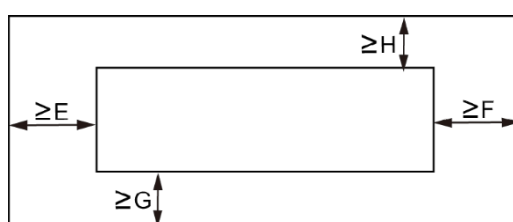

Abb. 3.2.3
- 8 Um das Gerät herum muss ein Freiraum für den Anschluss der Rohre vorhanden sein, wie in Abbildung 3.2.3 dargestellt.